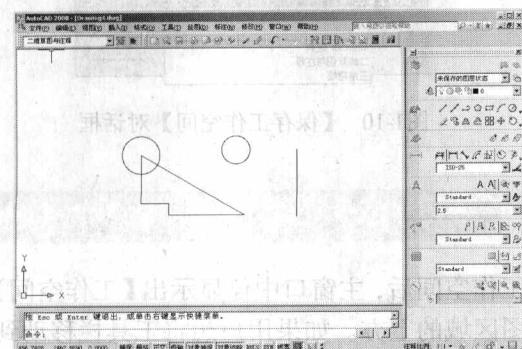

图 1-7 缩小图形
- (12) 单击程序窗口右边【面板】上的 Q 按钮，光标变成放大镜形状 Q^+ ，此时按住鼠标左键向下拖动光标，图形缩小，如图 1-7 所示，按 Esc 键或 Enter 键退出。
- (13) 单击程序窗口右边【面板】上的 E 按钮（删除对象），AutoCAD 提示：